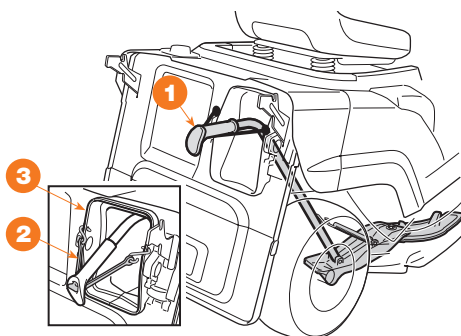

Рис. 13
- Установить режущий узел в самое верхнее положение и установить оснастку для «мульчирования» **1** через отверстие для выброса, протолкнув ее до упора в выбросной канал (Рис. 13).